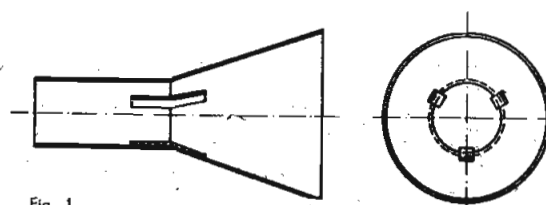

Fig. 1
4. nu worden drie stukjes vilt of rubber, gelijkmatig over de omtrek verdeeld, op de binnenzijde van de afschermbuis geplakt. De juiste plaats is zoals in fig. 1 zichtbaar is, de knik waar het rechte deel van de buis overgaat in het schuine deel. De dikte van deze strookjes moet zo groot zijn, dat na het weer op zijn plaats brengen van de elektronenstraalbuis de afstand van de rand van het scherm tot aan het front overal ten minste 2 mm bedraagt.